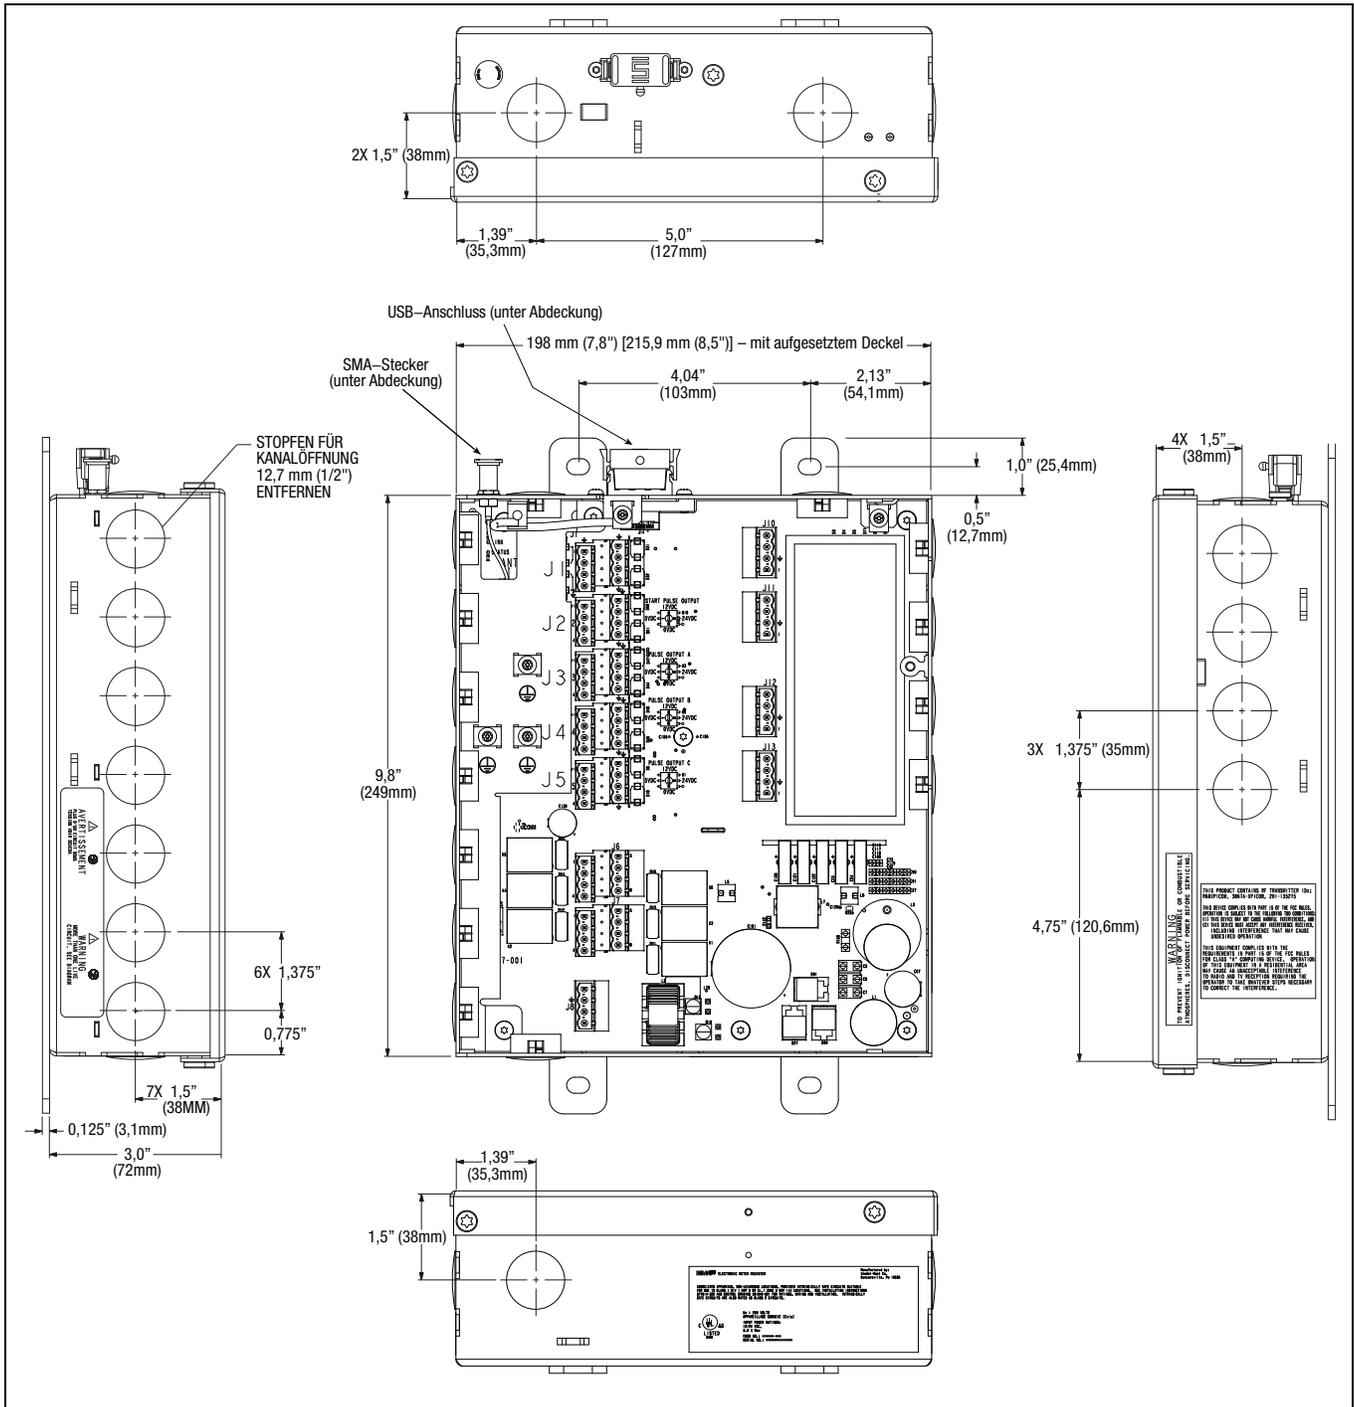

Abbildung 21. Physische Abmessungen der IB (Darstellung ohne Abdeckung)
1. Die physischen Abmessungen der IB finden Sie in Abbildung 21. Die IB wird in der LKW-Kabine installiert, und zwar entweder unter dem Sitz, an der Innenwand der Kabine (bei Fahrzeugen mit Alkoven auf der Beifahrerseite der „Koje“) oder an einer eigens gefertigten Halterung, die auch den optionalen Drucker tragen kann. Befestigen Sie die IB mit vier 4-mm-(3/16"-)Schrauben an der Montagefläche. Sollte der Zugang eingeschränkt sein, kann die Frontplatte der IB vollständig abgenommen werden, statt sie aufzuklappen. Entfernen Sie dazu die 15er Torx-Schrauben. Legen Sie die überstehenden Kabelwicklungen unter den Sitz oder binden Sie sie am IB-Montagegeständer fest.